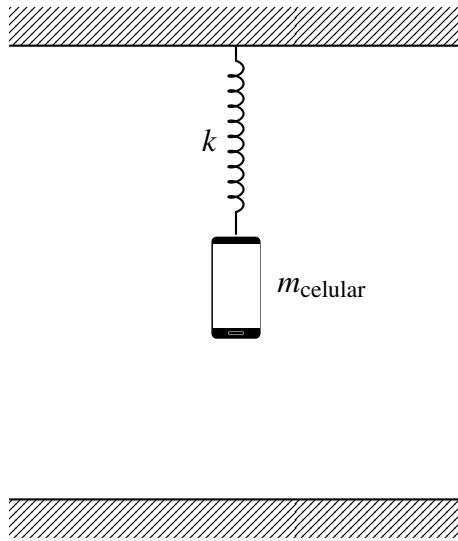

Figura 1.1: Diagrama esquemático de un oscilador amortiguado basado en un sistema masa resorte.
Sobre la masa m del sistema de la figura 1.1 actúan la tensión del resorte (supuesto lineal, de constante k), el peso $m\vec{g}$ y la fricción del medio, que supondremos lineal con la velocidad. La ecuación de movimiento se puede expresar:
- Prepare su dispositivo experimental como se muestra en la figura 1.1.